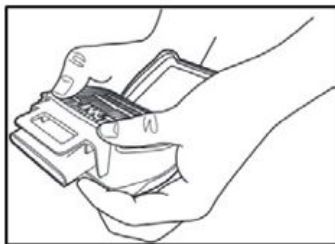

Fig.6
2. Alinee la mitad más grande del retenedor con la parte posterior (lado plano) del cartucho. Con ambas manos, presione el retenedor sobre el cartucho, asegurándose de presionar en las cuatro esquinas del retenedor del cartucho/filtro (Fig. 6). El retenedor del filtro tiene indicadores de puntos de contacto en cada esquina. Debería escuchar el retenedor hacer clic en su lugar.